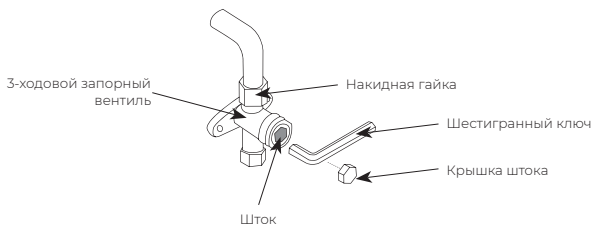

Рис. 13
7. Вставьте шестигранный ключ в шток 3-ходового запорного вентиля и откройте его, повернув ключ на 1/4 оборота против часовой стрелки (см. рис. 13). Проконтролируйте на слух выход газа из системы, затем через 5 секунд закройте вентиль.